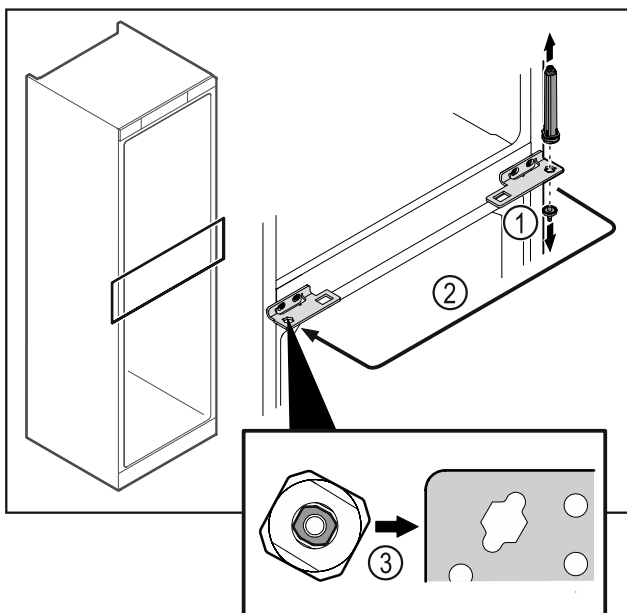

Fig. 49
- ▶ Развийте болта на пантата Fig. 49 (1).
- ▶ Преместете затварящата система на вратата Fig. 49 (2).
- ▶ При поставяне се уверете, че затварящата система на вратата е правилно подравнена Fig. 49 (3).